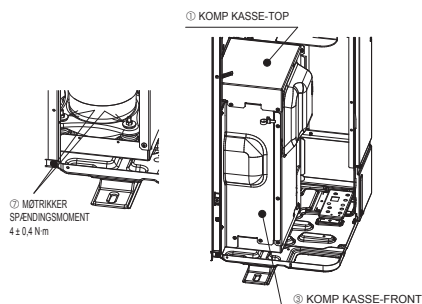

Fig. 4-2
- Efter at have fjernet KOMP fastgjorte dele skal du sørge for at stramme matrikker og sætte KOMP KASSE-TOP OG KOMP KASSE-FRONT tilbage til den oprindelige tilstand. (Fig. 4-2)